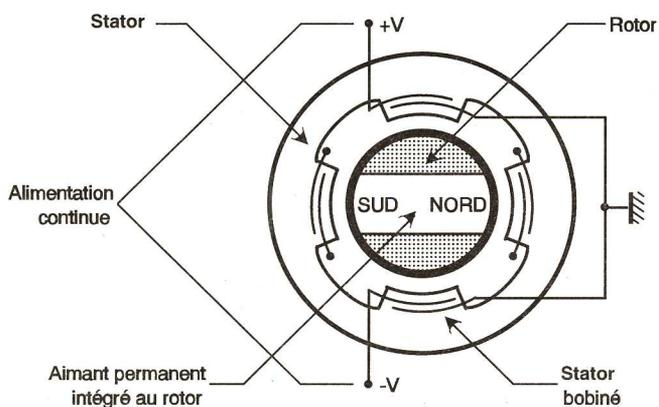

Fig 1
- les moteurs à aimant permanent (voir figure 1),